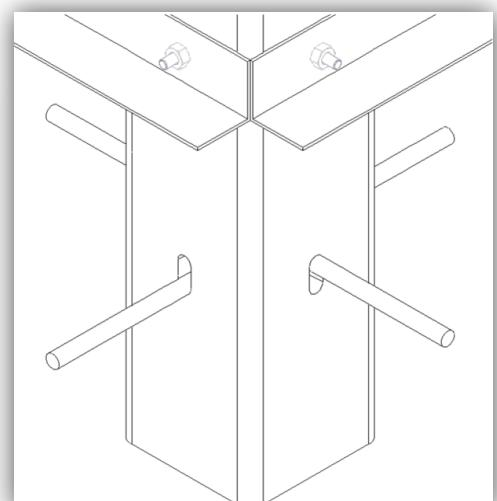

Abbildung 3 -
- Als Positionierungshilfe dienen Ihnen die mitgelieferten Befestigungsutensilien (ab Nr. 51 im Montageplan). Die Winkelprofile werden 400mm unter Bodenniveau (s. „untere“ Schweißmarkierung Abb. 1) auf die vormontierten Stiftschrauben der Standpfosten gesetzt und mit den Sechskantmuttern fixiert (s. Abb. 3 & 4).